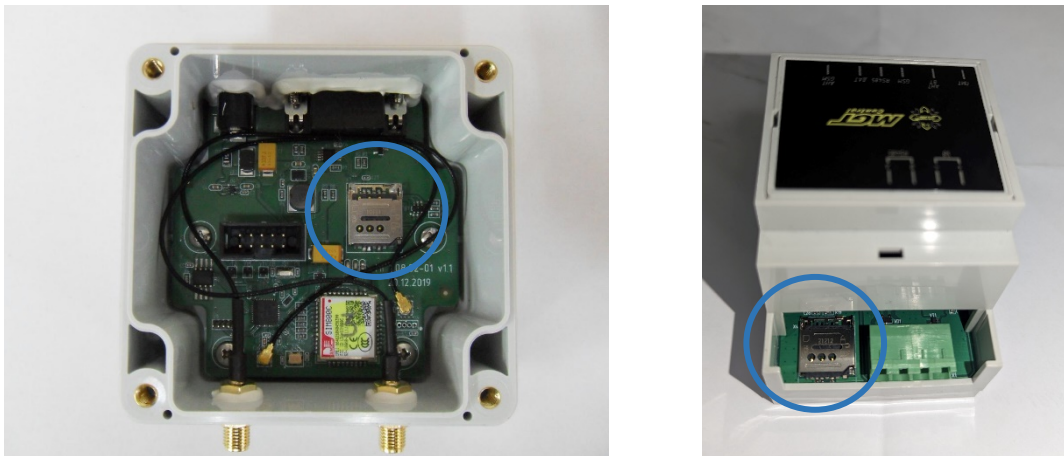

рис.1
- 3) Установить SIM-карту в держатель на печатной плате «MGT БСПС-2» (рис.1).